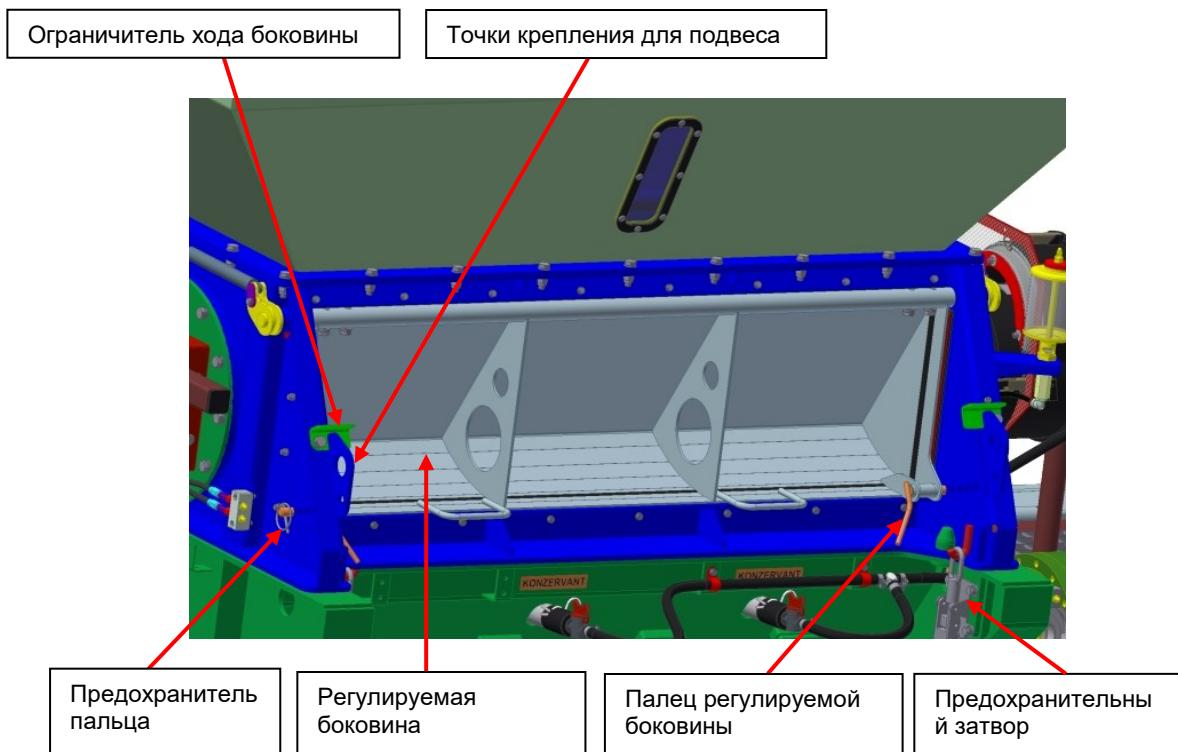

Рис. 23
- Ослабьте четыре предохранительных затвора, которые соединяют вальцовую мельницу и поддон шнекового пресса (Рис. 23), отсоедините кабели датчиков отсека вальцов, датчиков частоты вращения вальцов и датчиков наличия материала в загрузочной воронке. Блок привяжите за специальные крепления (петли по углам) и с помощью вилочного погрузчика переместите на место хранения. Демонтированный блок поместите под крышей, напр., на деревянном поддоне.
- Прикрепите подъёмные ремни или цепи к проушинам сепаратора для различных продуктов. Осторожно поднимите сепаратор и поместите его на поддон шнекового пресса. Прикрепите его к поддону шнекового пресса с помощью четырёх предохранительных затворов (Рис. 23).
Процесс обработки побочных продуктов аналогичен процессу плющения. Нормирование загрузки материала осуществляйте с помощью регулируемой боковины сепаратора только при полном останове установки и с отключённым приводом (**Рис. 23**).